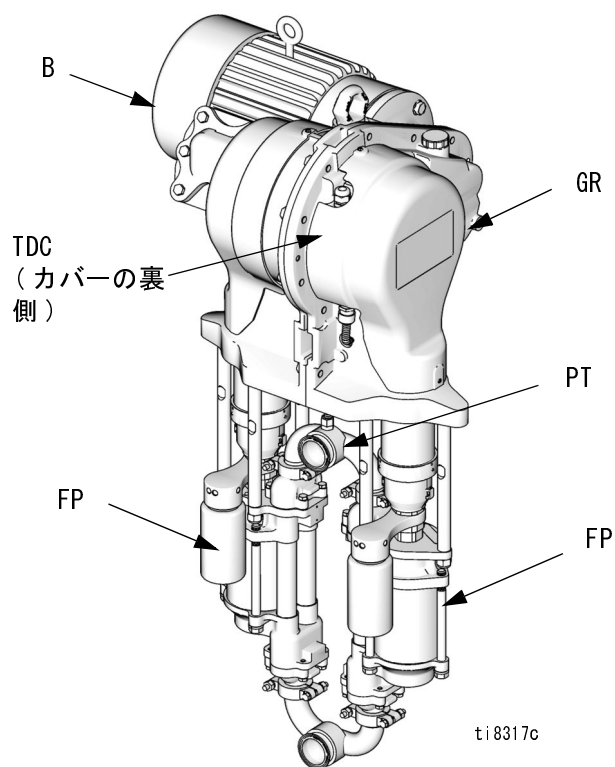
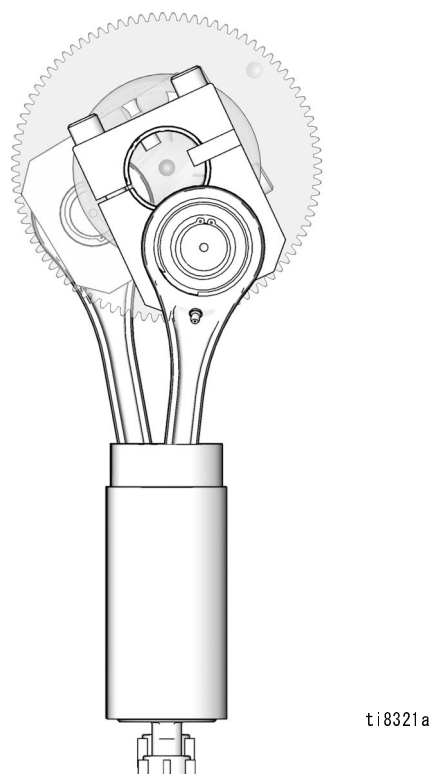

図 1. 電力循環ポンプ
図 2. オフセットストローク位置を示す断面図
電動モーター (B) は、75:1 のギア減速機 (GR) に入力を与え、このギア減速機は 2 台の液体ポンプ (FP) を駆動します。図 1 を参照してください。2 台のポンプのストローク位置は補い合い、ポンプアセンブリからの安定したフローを実現させます。図 2 を参照してください。